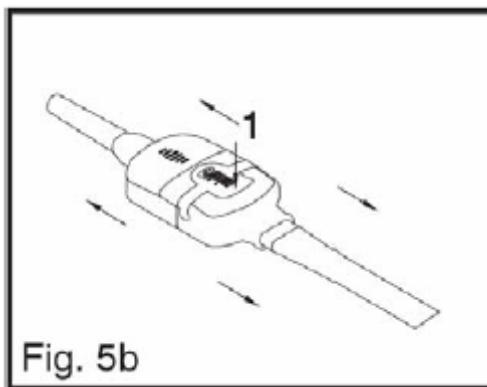

Fig. 5b
Enquanto segura nos lados do conector do cabo, coloque o polegar na trava (1) e na imprensa para remover o sensor (Fig. 5b).